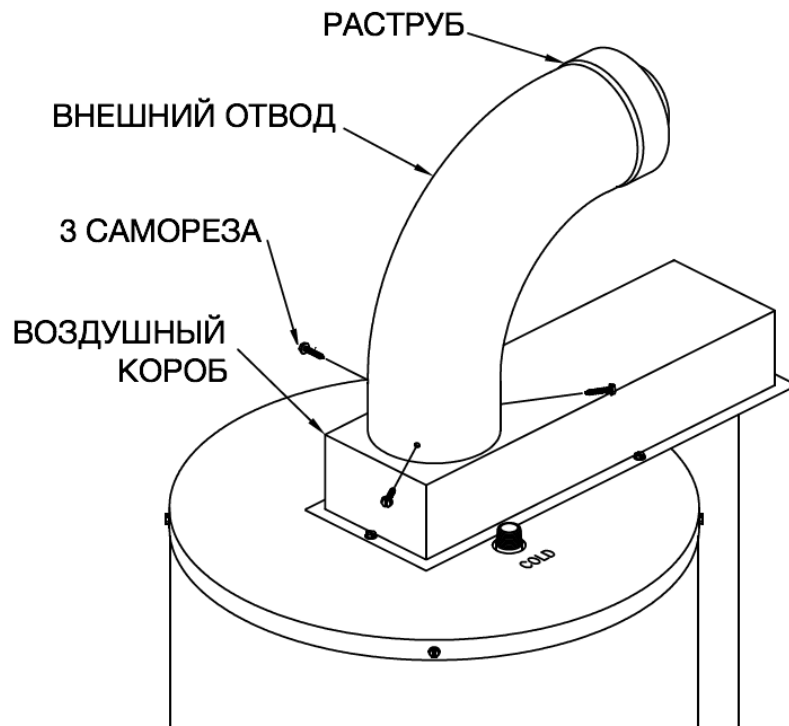

Рисунок 20
6. Ровным концом к водонагревателю установите наружный (большого диаметра) отвод поверх внутреннего до полной посадки на фланец водонагревателя. Убедитесь, что выходное отверстие внутреннего отвода расположено строго по центру внешнего отвода. Сверлом 3 мм просверлите три равноудалённых друг от друга отверстия по окружности трубы. Закрепите трубу тремя саморезами (Рисунок 20).